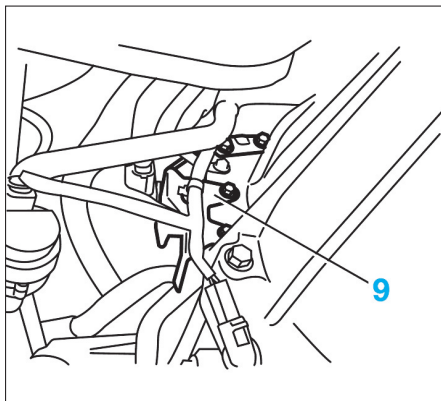

FIG. 9
- le support faisceau (9) de la boîte de vitesses (Fig.9).